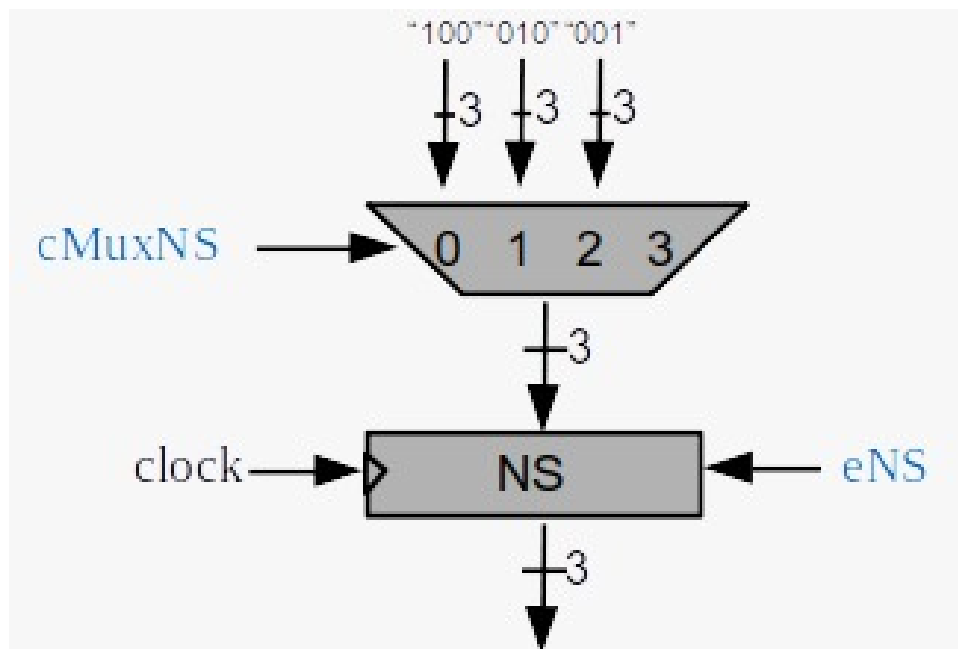

Figura 2.6: Circuito para atribuição do registrador NS.
(3) **NS** = “100” (linha 9); **NS** = “010” (linha 14); **NS** = “001” (linha 17). Figura 2.6.